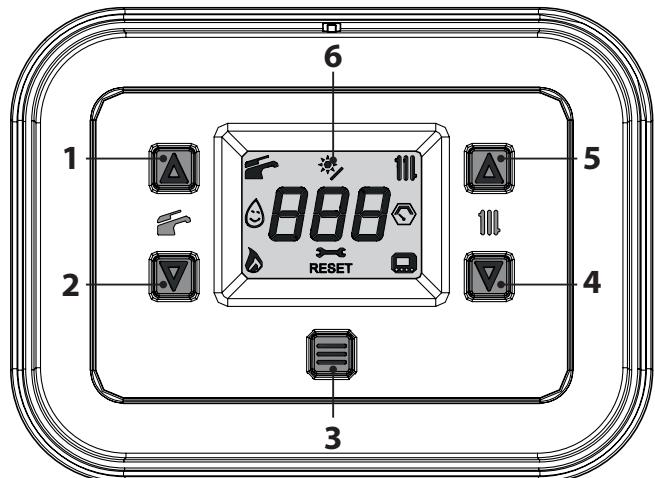
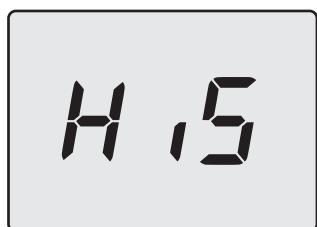
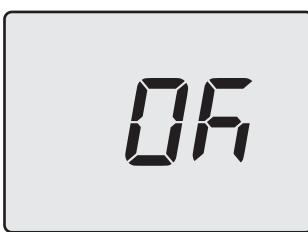

Figura 5.10
Figura 5.11
Figura 5.16
- Entrare in "modalità programmazione" premendo contemporaneamente per 5 secondi i tasti 2 e 4 (Figura 5.10) fino a far apparire sul display LCD le lettere **HiS** che indicano il menu "Storico delle caldaia" (Figura 5.11).
- Premere per 1 sec. il tasto 3 (Figura 5.10) per entrare nel parametro selezionato. Il display visualizzerà quanto segue (Figura 5.14).
- Premendo il tasto 3 (Figura 5.10) si ottiene la conferma del valore inserito. Il display visualizzerà per 5 sec. quanto segue (Figura 5.16) poi, si porterà al livello superiore.
- Premere per 1 sec. il tasto 3 (Figura 5.10)
- Premendo il tasto 3 (Figura 5.10) si ottiene la conferma del valore inserito. Il display visualizzerà per 5 sec. quanto segue (Figura 5.20) poi, si porterà al livello superiore.
- Premendo contemporaneamente i tasti 2 e 4 (Figura 5.10) si esce senza modificare il valore (ritorno al livello precedente).
- tenere premuti contemporaneamente i tasti 2 e 4 per 5 sec. (Figura 5.10) (ritorno al livello precedente).